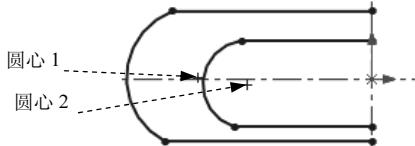

图 8.4 绘制的直线
Step 3 绘制直线。选择下拉菜单 **工具(T)** → **草图绘制实体(X)** → **直线(L)** 命令，在图形区中绘制图 8.4 所示的直线。
Step 1 按住 Ctrl 键，选择图 8.4 所示的圆心 1 与圆心 2，系统弹出“属性”对话框，在